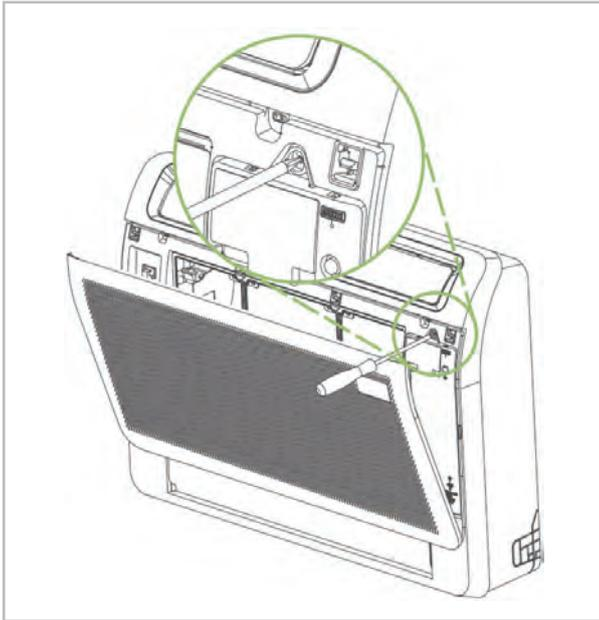

Abb. 30: Ausbauen des Platinengehäuses
2. ➔ Lösen Sie die Schraube des Platinengehäuses (siehe Abb. 30) und lösen Sie die bestehenden Steckerverbindungen. Anschließend kann das Platinengehäuse ausgebaut werden.
2. ➤ Lösen Sie die Schraube des Platinengehäuses (siehe Abb. 30) und bauen Sie das Platinengehäuse aus.
2. Lösen Sie die Schraube des Platinengehäuses (siehe Abb. 30) und bauen Sie das Platinengehäuse aus.